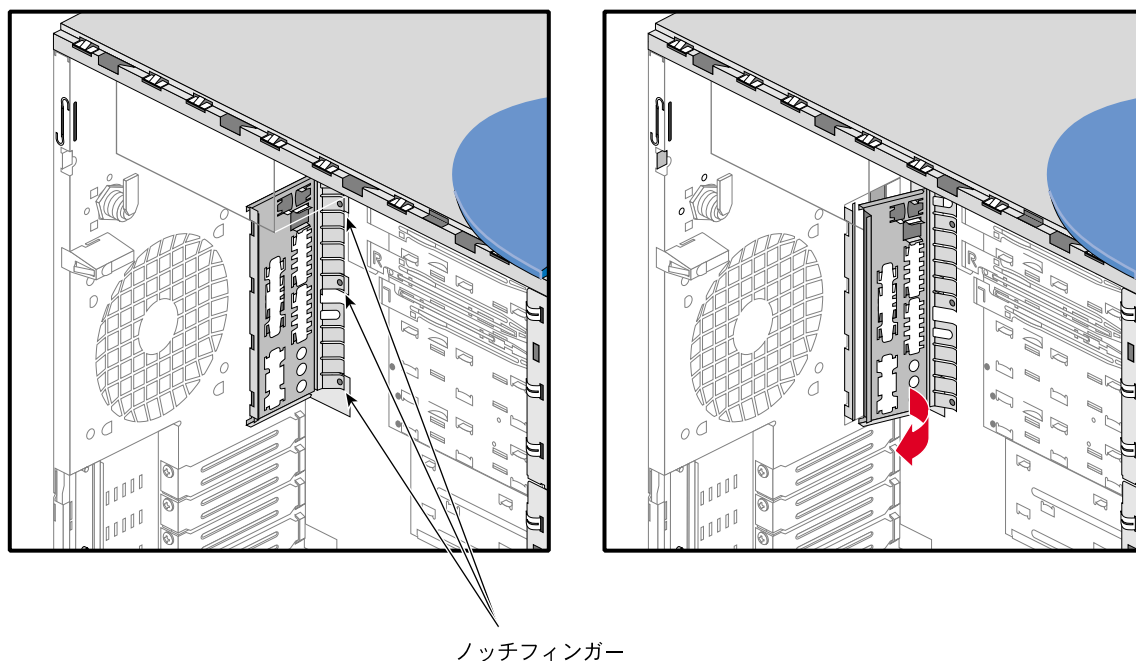

図2-32 I/O パネルガスの取り外し
2. 図2-32を参照して、I/O パネルガスの底部にある3つのノッチフィンガーの位置を確認します。